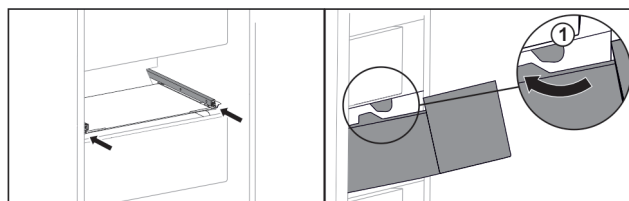

Fig. 149
- ▶ Umetnite ladicu oko zaustavljača Fig. 149 (1).